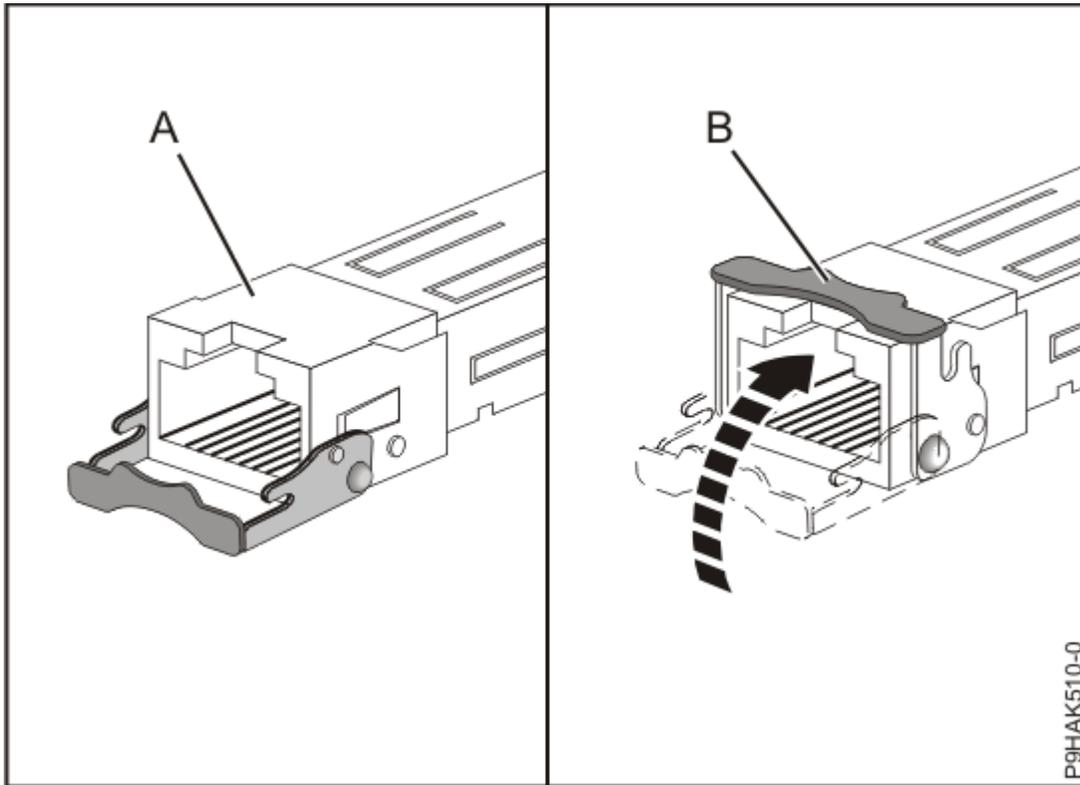

図 49. アダプターでの SFP トランシーバーの取り替え
- c) 75 ページの図 49 に示すように、ラッチ **(B)** をオープン position にして、上向きに回転させてラッチをカードに向かって押します。